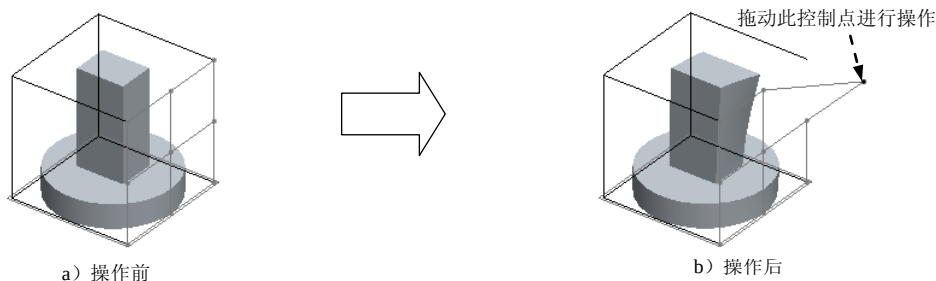

图 5.2.24 “雕刻” 操作
Step1. 在操控板中按下“雕刻”按钮, 操控板进入图 5.2.23 所示的“雕刻”操作界面，同时图形区中的模型进入“雕刻”环境，如图 5.2.24 a 所示。
(1) 在操控板中按下  按钮，然后在 **行** 文本框中输入雕刻网格的行数 3，在 **列** 文本框中输入雕刻网格的列数 3。
(2) 拖动网格控制点进行雕刻操作，如图 5.2.24 b 所示。